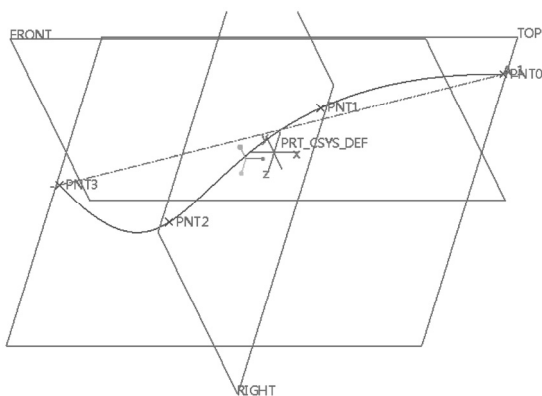

图 3-90 上机练习的参考效果
- (5) 常见的基准坐标系包括哪些? 这些基准坐标系使用的参数各是什么?
- (6) 如何创建通过表面上的点的基准曲线, 且该基准曲线位于指定表面上?
- (7) 如何使用“从方程”方法来创建基准曲线? 可以以某三角函数曲线为例进行说明。
(8) 上机练习：要求在空间中创建若干个基准点，接着通过这些基准点创建空间基准曲线，最后通过基准曲线首尾两个端点创建一根基准轴。具体设计尺寸由读者把握，参考效果如图 3-90 所示。